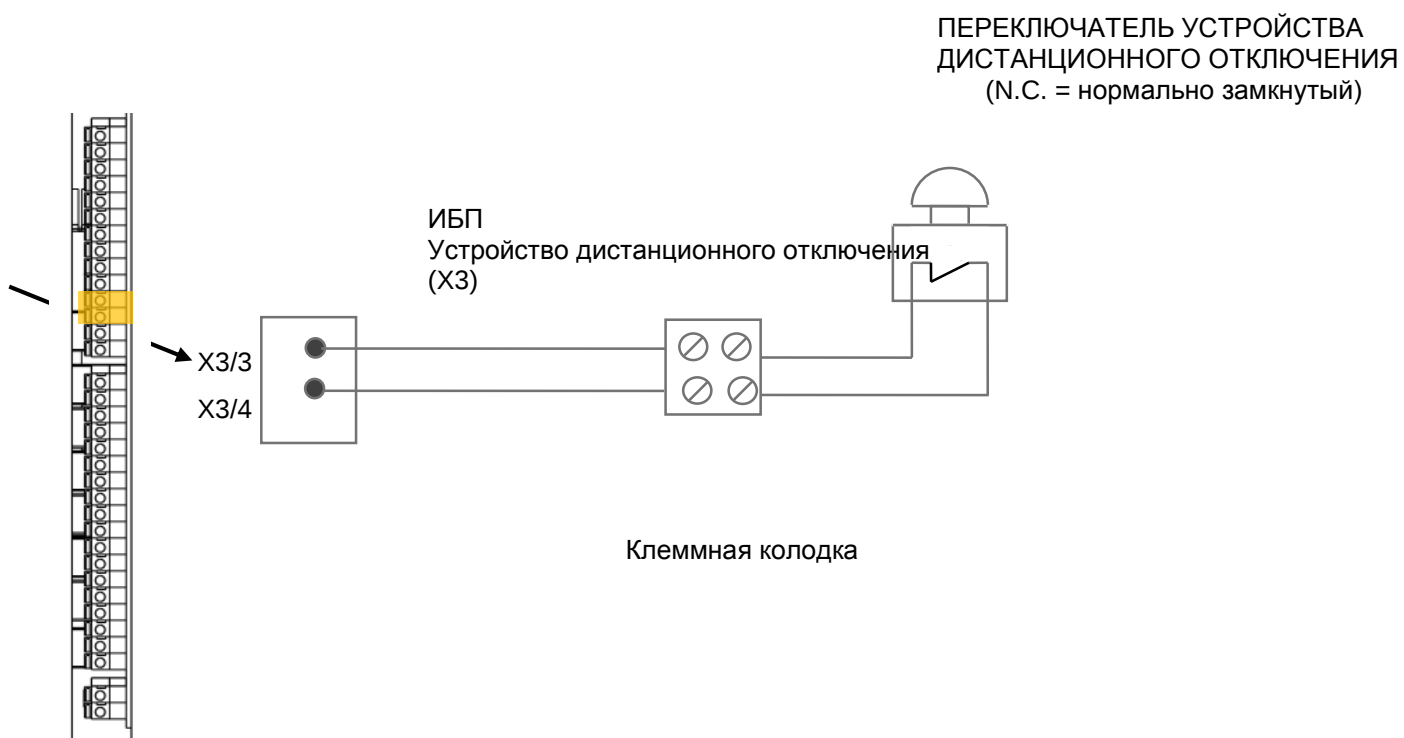

Рис. 23. Схема прокладки кабелей для ПЕРЕКЛЮЧАТЕЛЯ ДИСТАНЦИОННОГО ОТКЛЮЧЕНИЯ
2. Подключите кабель в соответствии с рис. 23.